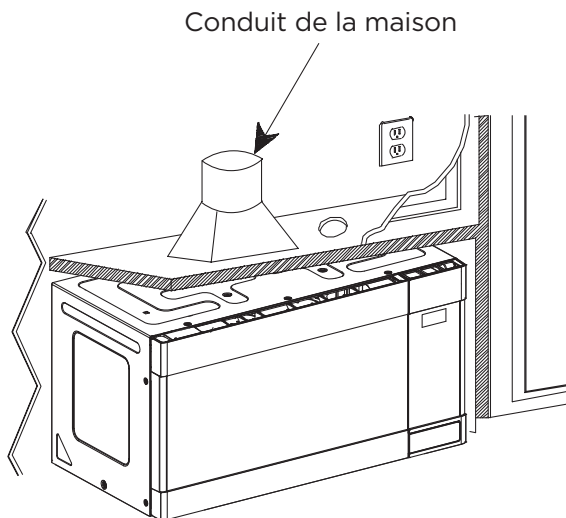

Figure 25
- Abaissez le conduit de la maison pour le raccorder à l'adaptateur d'échappement. Scellez les joints du tuyau de sortie avec du ruban à conduits. Voir la figure 25.